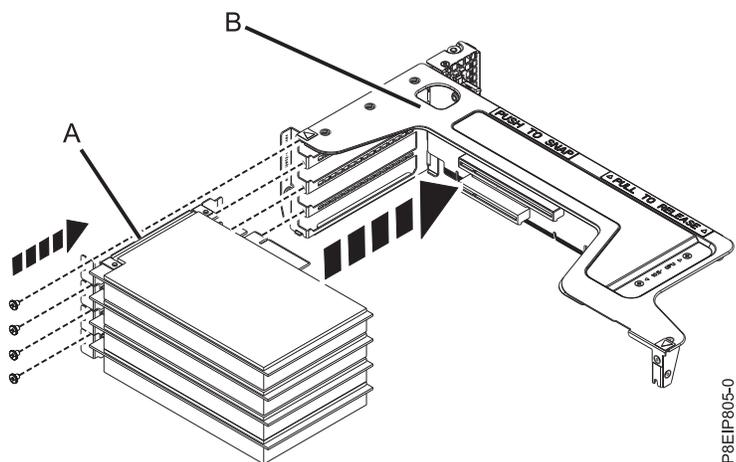

図 63. ライザーへの PCIe アダプターの挿入
- g. アダプター (A) のプラグを PCIe アダプター・ライザー (B) 内の正しいスロットに差し込みます (96 ページの図 63 を参照)。